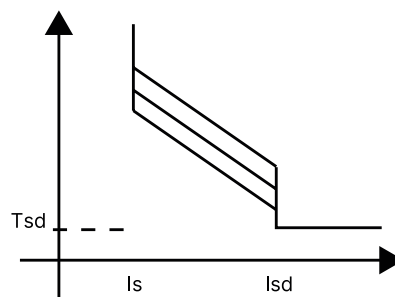

Рисунок 2
- 2 Когда $I_{sd} \geq I_s$ микропроцессорный блок (расцепитель) может работать как обратнозависимой, так и независимой выдержкой времени (рис. 2).